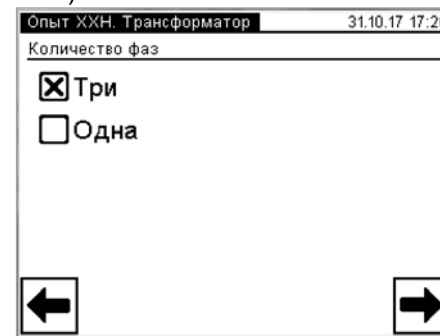
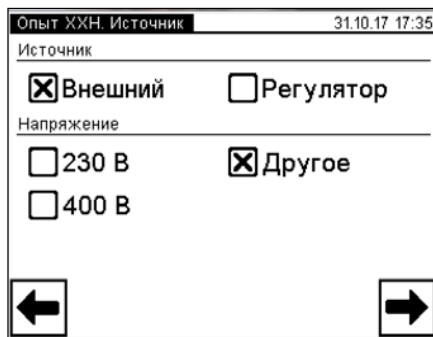

Рисунок 6.53
Рисунок 6.54
8) Установить количество фаз проверяемого трансформатора, для чего в подразделе "Количество фаз" нажать в поле "Три" или "Одна" соответственно для трехфазного или однофазного трансформатора (рисунок 6.53).
9) Перейти в окно "Опыт XXН. Источник" (рисунок 6.54), для чего в окне (рисунок 6.53) нажать на кнопку .
10) Выбрать вариант источника питания, для чего в окне "Опыт ХХН. Источник" в подразделе "Источник" (рисунок 6.54) выбрать "Внешний", если предполагается использовать нерегулируемый внешний источник, или "Регулятор" для регулируемого источника.